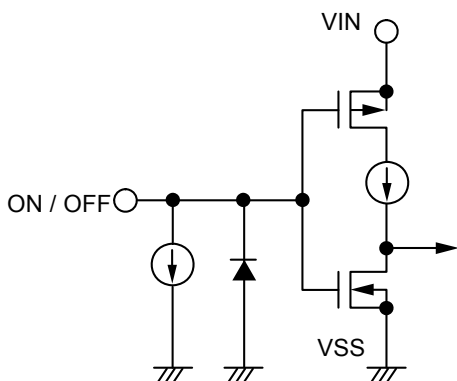

图14 S-1318系列A / C型
ON / OFF端子的结构如图14、图15所示。
*2. 将ON / OFF端子连接到VIN端子上进行工作时，S-1318系列A / C型产品的消耗电流中，流入 $0.1\ \mu\text{A}$ (典型值) 恒定电流中的电流量会增多，务请注意 (请参阅图14)。